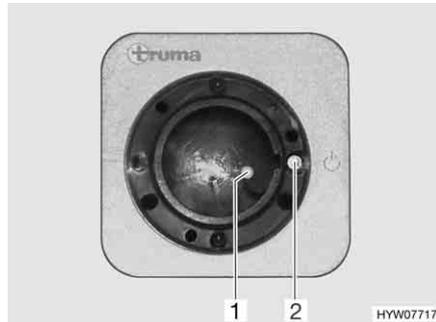
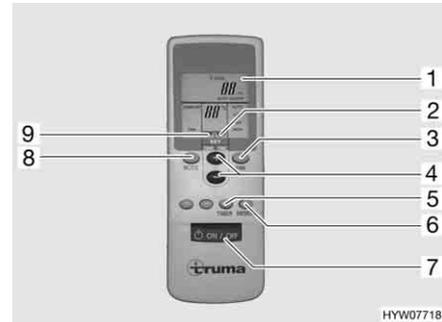

Fig. 154 Récepteur
Fig. 155 Télécommande
- Mettre en marche la télécommande à l'aide de l'interrupteur (Fig. 155,7). Le voyant de contrôle vert (Fig. 154,1) indique le mode de refroidissement.
- Régler le mode de fonctionnement souhaité à l'aide de la touche (Fig. 155,8).
- Régler si nécessaire la puissance de ventilation et la température de la pièce souhaitées à l'aide des touches (Fig. 155,3 et 4). La flèche (Fig. 155,9) indique le mode de réglage sélectionné.
- ▷ Sur le récepteur se trouve un interrupteur supplémentaire (Fig. 154,2) permettant de mettre en marche ou d'arrêter la climatisation sans télécommande. Lorsque la climatisation est mise en marche à l'aide de cet interrupteur, le mode de fonctionnement réglé sur la télécommande lors de la dernière utilisation est sélectionné automatiquement.
- Pour éteindre la climatisation, appuyer à nouveau sur la touche (Fig. 155,7) de la télécommande.
- Pour effectuer la programmation, allumer la climatisation à l'aide de la touche (Fig. 155,7) de la télécommande.
- Régler le mode de fonctionnement et la température de la pièce souhaités à l'aide des touches (Fig. 155,8, 3 et 4).
- Sélectionner à l'aide de la touche (Fig. 155,5) la fonction souhaitée (Fig. 155,1) :
- Sélectionner le temps de retard souhaité (de 1 à 15 heures) à l'aide des touches (Fig. 155,4). La flèche (Fig. 155,2) clignote et indique le mode de réglage.
- ▷ En appuyant sur la touche (Fig. 155,6), les réglages de la télécommande sont à nouveau envoyés au récepteur.